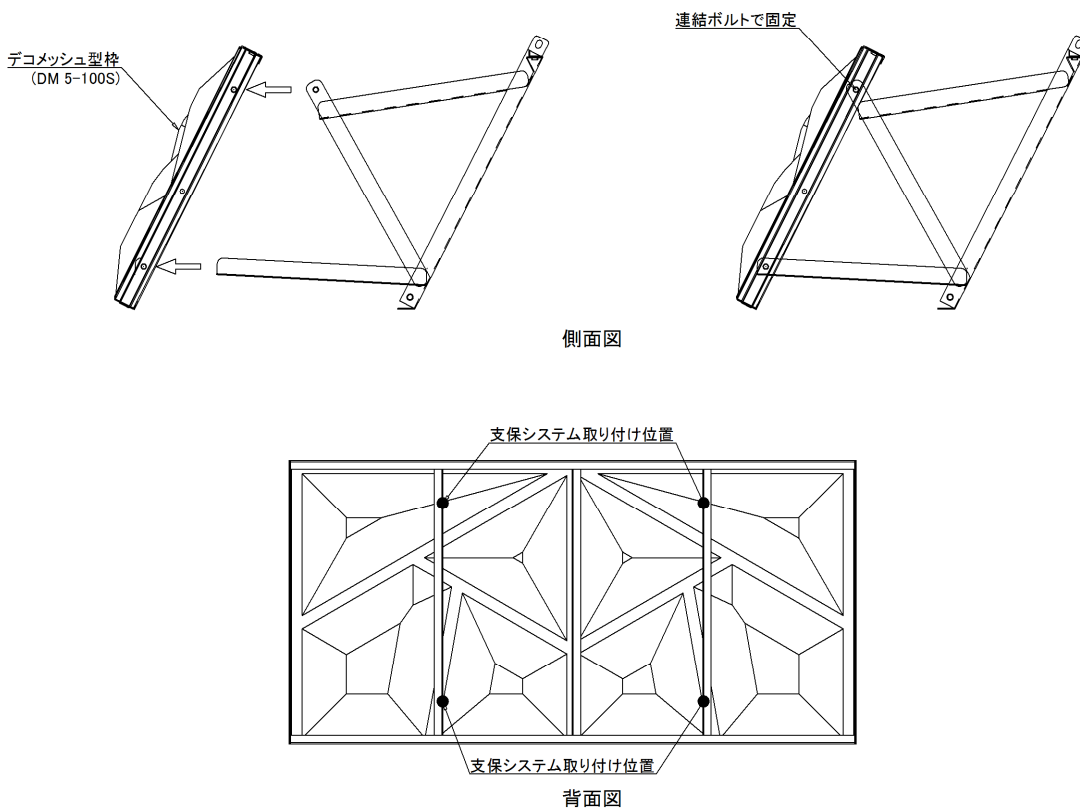

図 8. デコメッシュ置くだけタイプ組立図
- ・ 組立はインパクトドライバ等を使用して、連結ボルト (M8) でデコメッシュ型枠と支保システム 2 本をあらかじめ平地にて連結し、1 組のデコメッシュ置くだけタイプを組立てる (図 8)。
① 支保システムを2本用意し、デコメッシュ型枠を部材に取り付ける。